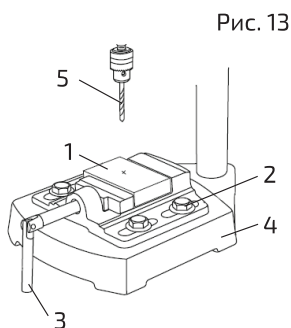

Рис. 13
1. Сделать насечки на заготовке (1) в необходимом месте (рис. 13).
2. Установить заготовку (1) в тиски (2) и затянуть зажимную рукоятку (3).
3. Установить тиски (2) с заготовкой (1) на основание (4) станка.
4. Пазы тисков (2) должны быть выровнены относительно пазов основания (4).
5. Опустить рукоятку подачи и выровнять сверло (5) относительно насечек. **Внимание!** Не смещать тиски после выравнивания сверла относительно насечек.
6. Заблокировать тиски (2), как указано в разделе «Установка тисков».